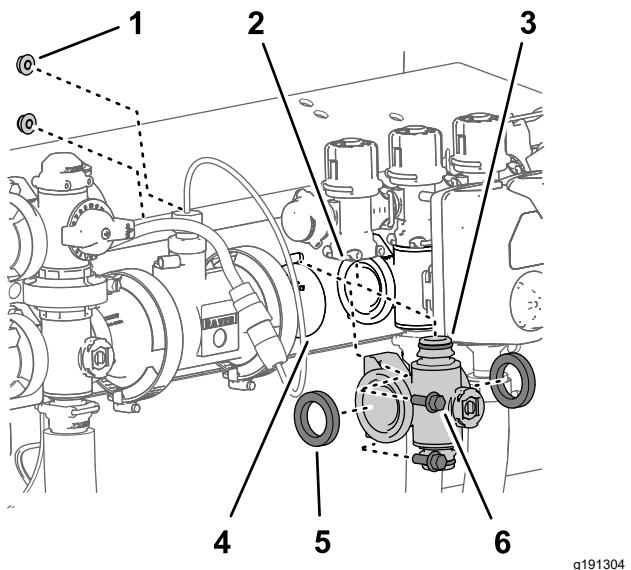
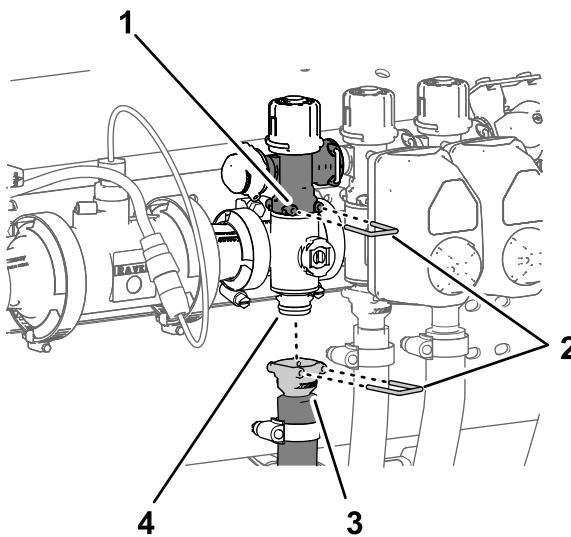

Figure 127
Figure 128
- Alignez les 2 joints que vous avez retirés à la section Dépose de la vanne de section du collecteur \(page 89\) et les brides du collecteur de vanne de section (Figure 127).
- Alignez la bride du collecteur de vanne de section entre les brides des autres vannes de section et/ou adaptateur d'accouplement (Figure 127).
- Fixez le raccord rapide du collecteur de vanne de section au raccord rapide femelle de la vanne de dérivation de section à l'aide d'un l'étrier de fixation (Figure 127 et Figure 128).
au support de vannes (Figure 127) à l'aide
8. Fixez le raccord rapide du flexible de section au raccord rapide du collecteur de vanne de section à l'aide de l'étrier de fixation (Figure 128).